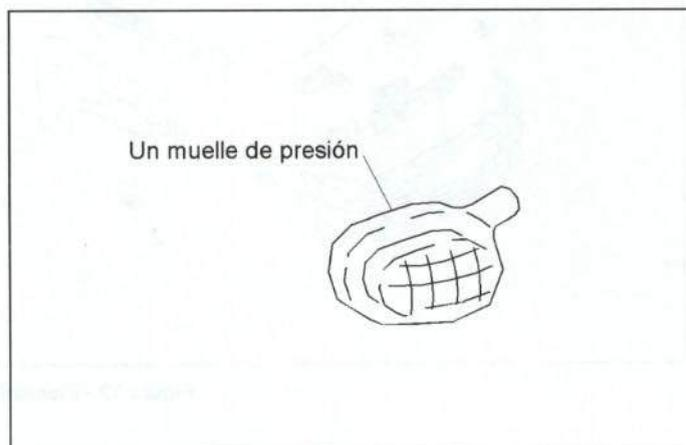

Figura 14.- Unión del piloto delantero
En la figura 14, se muestra su unión.
- Piloto de intermitencia (figura 14).